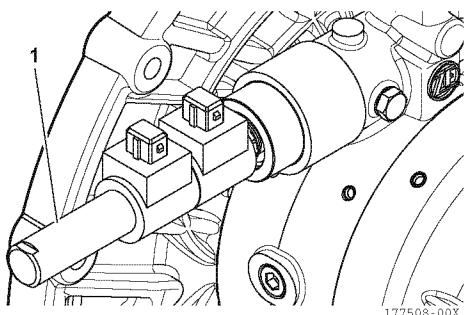

Figura 7
2. Allentare e rimuovere il coperchio (1, **Figura 7**).